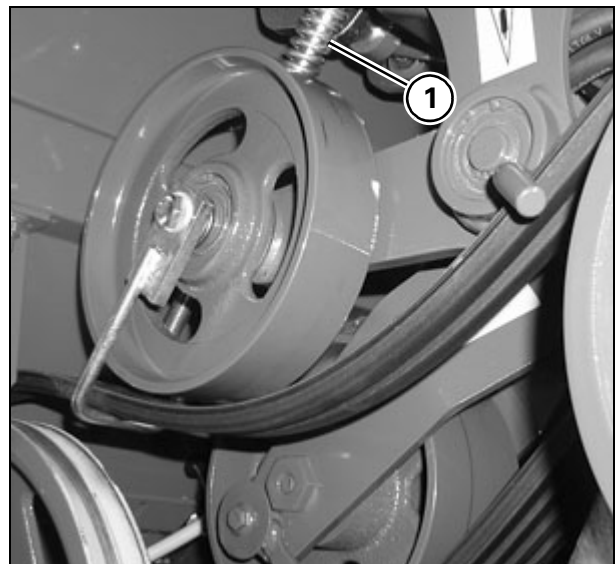
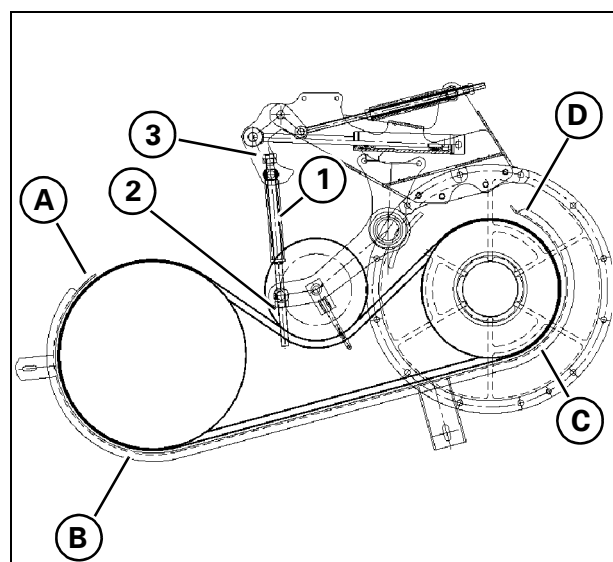

Рис. 7
Рис. 8
4. РЕМЕННЫЙ ПРИВОД РАЗГРУЗОЧНОГО ШНЕКА - Рис. 7 и Рис. 8